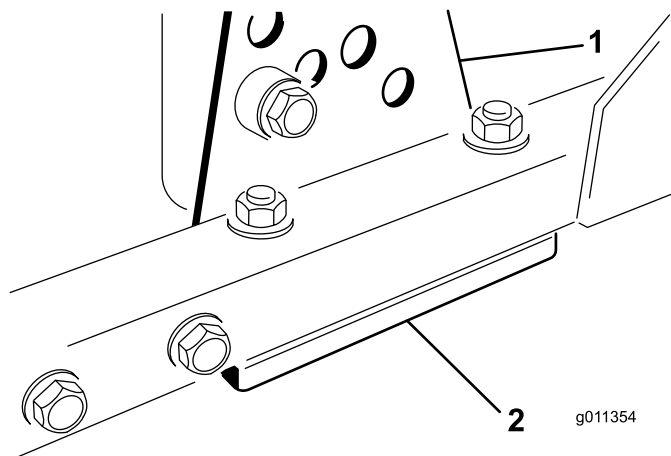

図 70
1. 刈り高ブラケット前、左、右のうち1つをデッキのフレームから外す 図 70。
2. デッキフレームとブラケットとの間に厚さ 1.5 mm または 0.7 mm のシム、場合によってはこれらの両方を挿入して、希望する刈高を達成する 図 70。